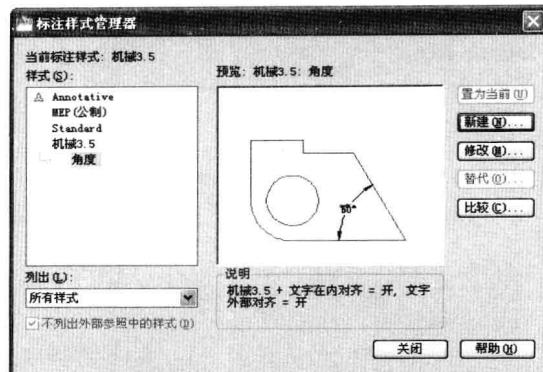

图 7-2-12
(11) 单击“确定”按钮，完成角度样式设置。返回标注样式管理器对话框，在“机械 3.5”样式名称下显示了“角度”子样式名称，并且在对话框左上角显示出“当前标注样式”名称为“机械 3.5”，如图 7-2-12 所示，单击“关闭”按钮，标注样式设置完成后，即可使用“机械 3.5”样式标注出图形的尺寸了。